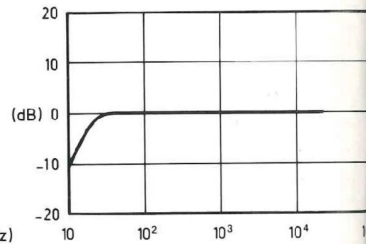

Fig. 5d : Filtre subsonique.
- Les filtres subsoniques (figure 5d) limitent les déplacements de la membrane du boomer au-dessous de 20 Hz. C'est une protection efficace lors de l'utilisation d'instruments de musique ou de fortes puissances.